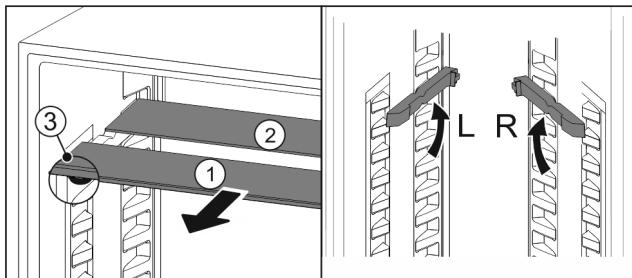

Fig. 52
- ▶ Издърпайте Fig. 52 (1) поотделно стъклените плохи напред.
- ▷ Стъклената плоча Fig. 52 (1) с декоративната лайстна е отпред.
- ▷ Ограничителите Fig. 52 (3) сочат надолу.